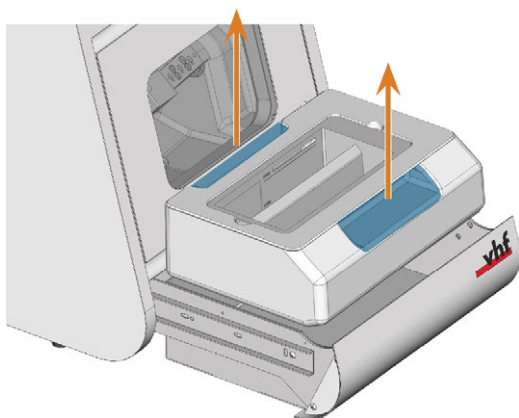

FIG. 33 RETIRAR EL DEPÓSITO DE LÍQUIDO REFRIGERANTE DEL CAJÓN DE LÍQUIDO REFRIGERANTE
5. Extraiga el depósito de líquido refrigerante del cajón en la dirección indicada por la flecha (Fig. 33 abajo).